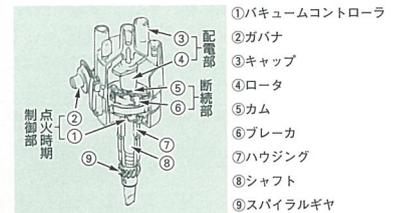

図29：ディストリビュータ
自動車のエンジンには複数のシリンダーがあるため、点火コイルで発生させた高電圧はシリンダーの数だけ分配される。これには従来からディストリビュータ（図29）が用いられてきたが、最近ではディストリビュータのないDLI(Distributor Less Ignition)が登場している。展示ではこれらの違いが比較できるようになっている。
以前はディストリビュータの点火時期制御部（図29の①②）で機械的に行っていたが、DLIの時代になるとエンジンコントロールコンピュータで行われるようになっている。